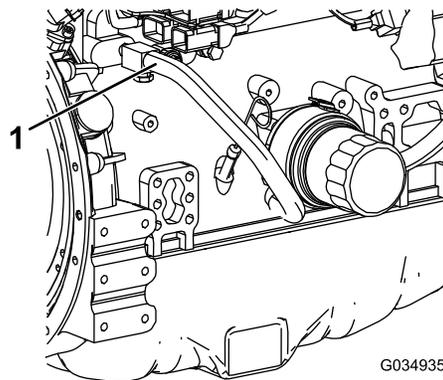

図 126
7. エンジンオイルクーラから冷却液ホースを外す 図 126。